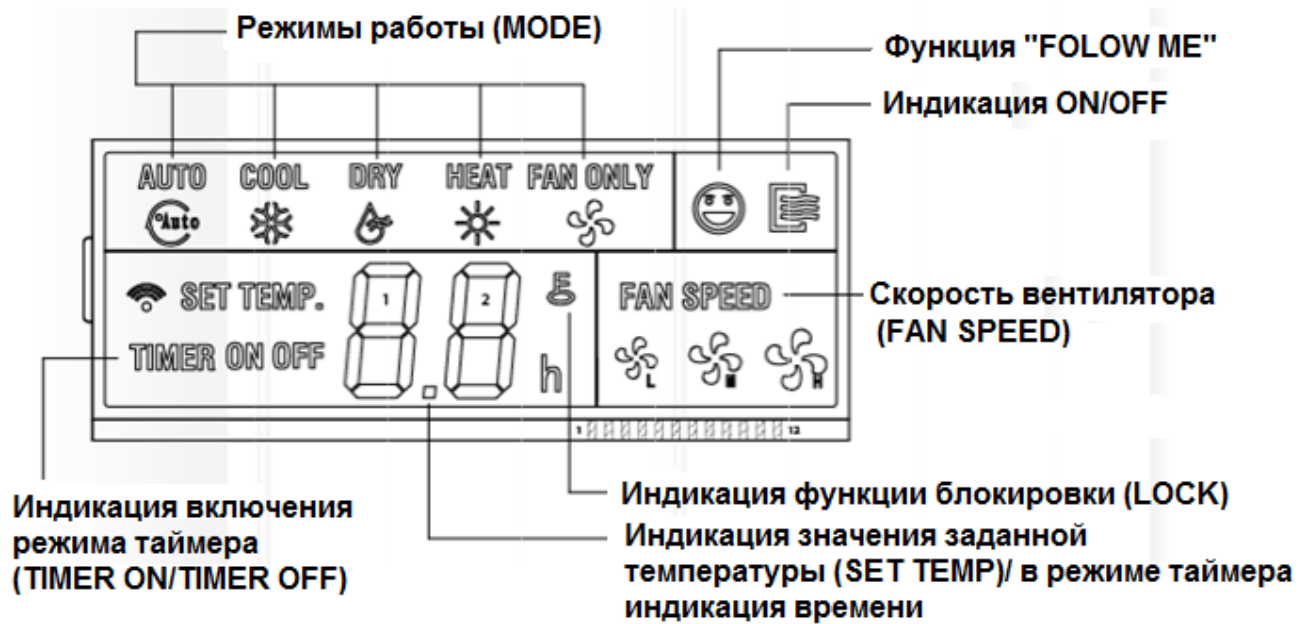

Рис.3-5
3.2.2 Индикация пульта модели KJR-12B (см.рис.3-5 и таблицу 3-4)